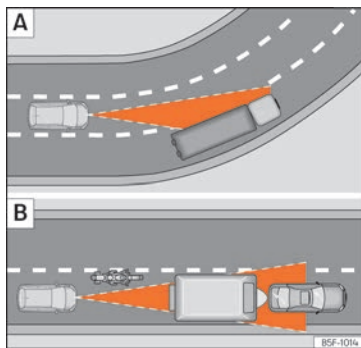

Fig. 183 [A] Vehículo en una curva. [B] Motociclista circulando por delante fuera del radio de acción del sensor de radar.
El ACC podría no detectar en curva el vehículo precedente o podría regular la distancia con vehículos que se encuentran en otros carriles »» fig. 183 [A].
- Vehículos que circulen desalineados o fuera de la zona de detección del sensor, por ejemplo, motocicletas »» fig. 183 [B]